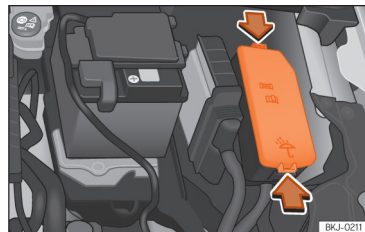

Abb. 169 Im Motorraum: Abdeckung des Sicherungskastens.
- Verriegelungstasten drücken, um die Abdeckung des Sicherungskastens >>> (Abb. 169) zu entriegeln.